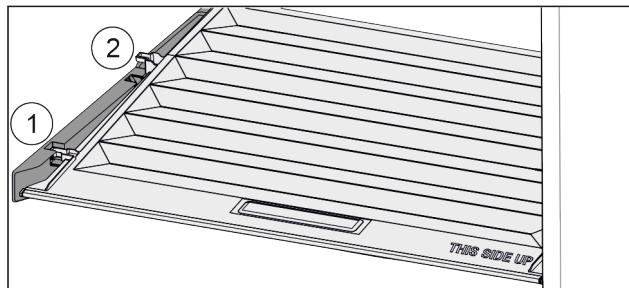

Fig. 48
- ▶ Pokrywę pociągnąć do przodu *Fig. 48 (1)*, aż otworzy się w elementach trzymających.
- ▶ Podnieść tył od dołu i w wyjąć *Fig. 48 (2)* go do góry.